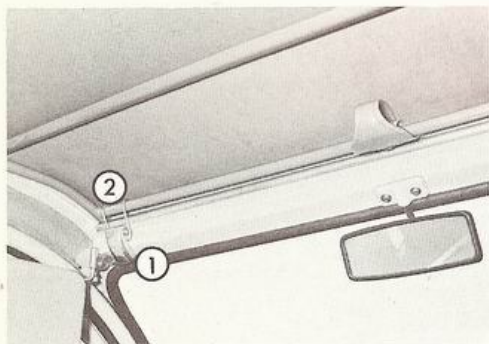

Fig. 24 - Apertura anteriore della cappotta
- Allentare le levette (Fig. 24, Rif. 1), liberando così la parte anteriore della cappotta dai relativi agganci (Rif. 2).
- Bloccarlo a relativi ganci (Fig. 24, Rif. 2).